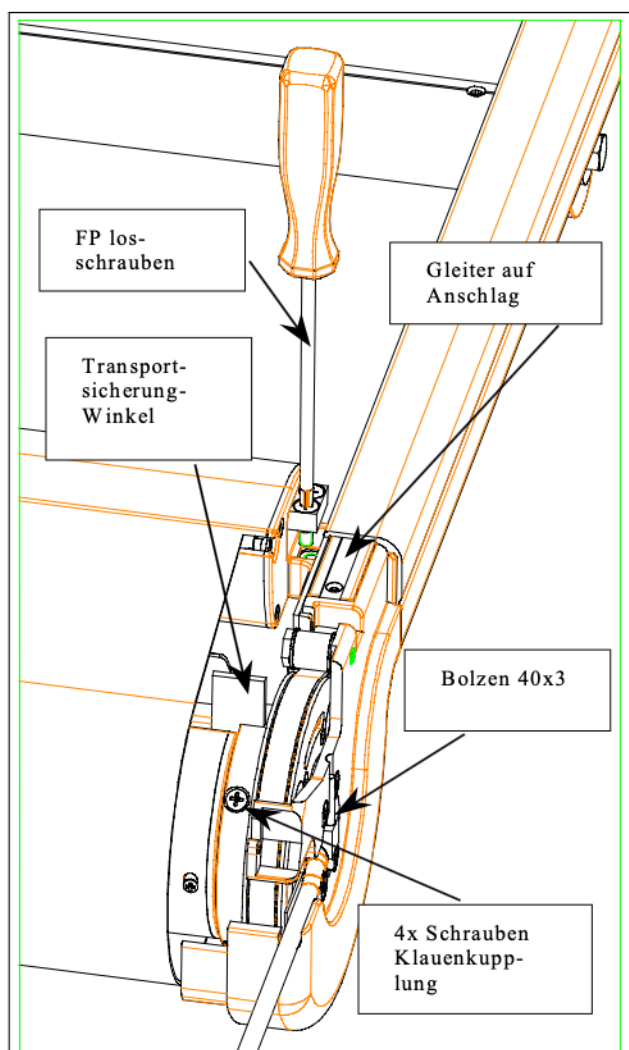

Bild 1: W6 - Motorseite
- Gleiter in der Führungsschiene bis auf Anschlag an der Konsole schieben (Bild 1).